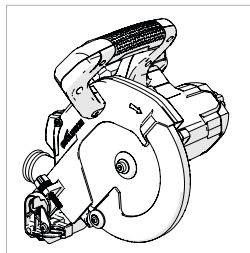

Fig. 5
- Såghuvudet (i låst nedått position som den är i när den packas upp ur förpackningen) (**Fig. 5**)